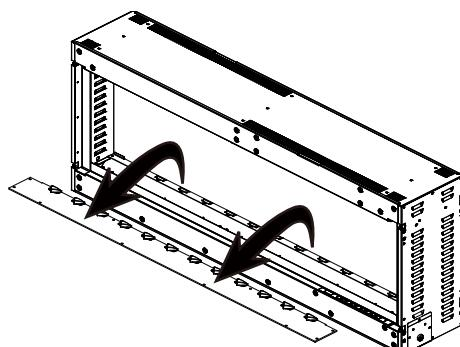

Fig. 2
- Tirez la garniture pour s'assurer qu'elle est bien accrochée sur les supports (**Fig. 2**).
- Retirez le bac de média (**Fig. 2**).